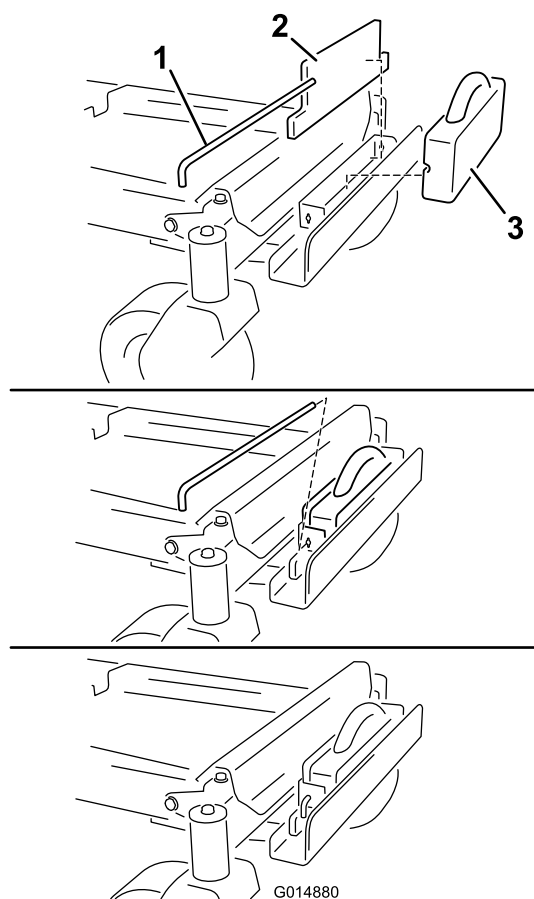

Figure 9
8. Montez une masse plate sur le support et déplacez-la en arrière au même niveau que le support (Figure 9).
9. Montez une masse à poignée devant la masse plate (Figure 9).
10. Fixez les masses sur le support avec une barre transversale à détrompeur (Figure 9). Positionnez la barre et tournez-la de 90 degrés vers le bas pour la verrouiller en place.